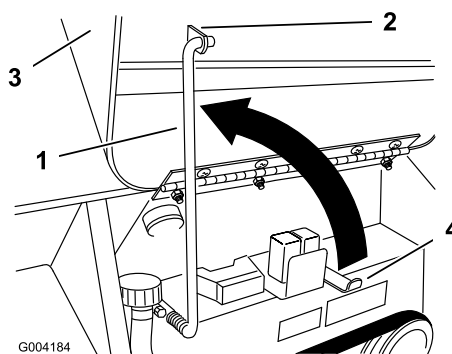

Figura 23
4. Ruotate verso l'alto l'asta di supporto e fissatela nella staffa del cofano (Figura 23).